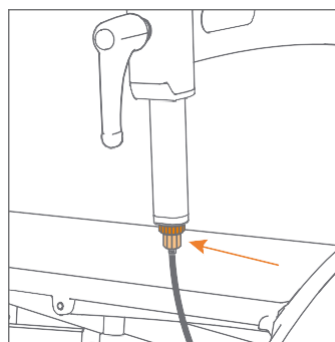

Figura 77: Ajuste del freno mediante el tornillo de ajuste, situado justo debajo del anillo de bloqueo.
- Primero, afloje la tuerca de bloqueo (tire del cable hacia abajo para facilitar la operación). Esto le dará espacio para ajustar el tornillo situado debajo (**Figura 77**).